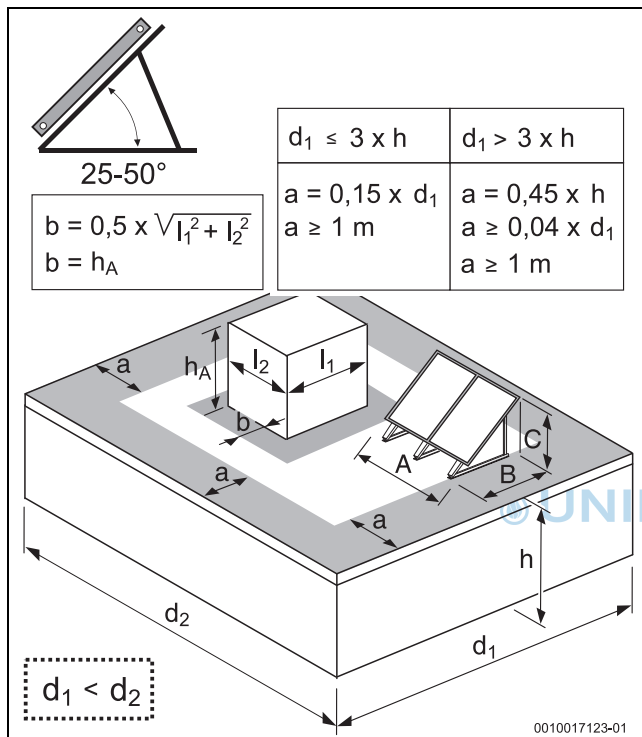

Bild 179 Bei Maß a ist der größere Wert maßgebend; bei [b] ist der kleinere Wert maßgebend; Anstellwinkel Kollektoren 25-50° (absoluter Winkel zur Horizontalen)
- Mindestabstand zur Dachkante ermitteln (→ Bild 179 und 180).